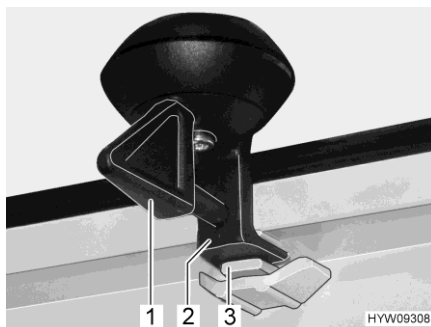

Bild 55 Verriegelung (Lüftungsstellung)
- Den Hebel (Bild 55,1) eine viertel Umdrehung drehen. Die Verriegelung (Bild 55,2) muss in die obere Aussparung (Bild 55,3) gleiten.